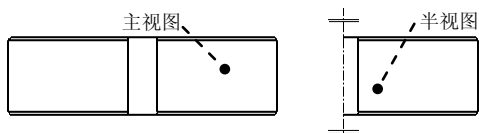
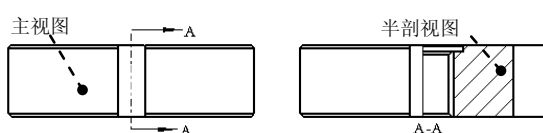
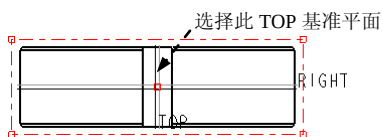

图 3.8.10 半视图
图 3.8.11 半剖视图
图 3.8.14 选取参照平面
半视图和半剖视图分别如图 3.8.10 和图 3.8.11 所示, 下面分别介绍其操作步骤。
Step2. 选取图 3.8.10 所示的主视图, 然后右击, 从弹出的快捷菜单中选择 **插入投影视图...** 命令。
Step2. 选取图 3.8.11 所示的主视图, 然后右击, 从弹出的快捷菜单中选择 **插入投影视图...** 命令。
(1) 选取 **类别** 区域中的 **截面** 选项。
(2) 将 **剖面选项** 设置为 **2D 剖面**, 将 **模型边可见性** 设置为 **全部**, 然后单击 **+** 按钮。
(3) 在 **名称** 下拉列表选取剖截面 **A** (A 剖截面在零件模块中已提前创建), 在 **剖切区域** 下拉列表框中选取 **一半** 选项。
(4) 在系统 **为半截面创建选取参照平面。** 的提示下, 选取图 3.8.14 所示的 TOP 基准平面, 此
(1) 选取图 3.8.11 所示的半剖视图, 右击, 从弹出的菜单中选择 **添加箭头** 命令。
(2) 在系统 **给箭头选出一个截面在其处垂直的视图。中键取消。** 的提示下, 单击主视图, 系统自动生成箭头。